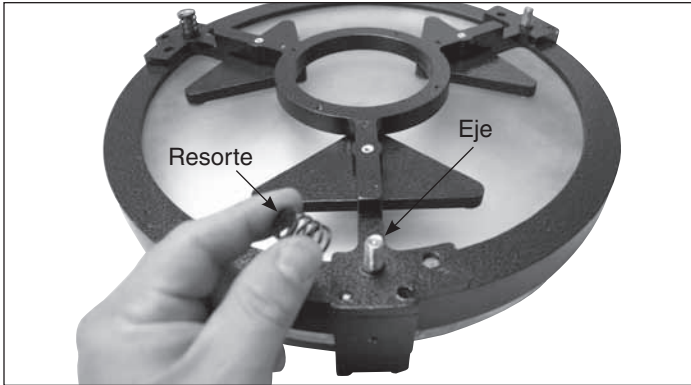

Figura 17. Coloque los tres resortes en los ejes roscados expuestos de la celda del espejo.
2. A continuación, monte el anillo del extremo posterior en la celda del espejo. Busque una superficie limpia y plana, y vuelque la celda del espejo de manera que el espejo quede hacia abajo. Coloque los tres resortes en los tres ejes roscados expuestos (figura 17). Baje el anillo del extremo sobre la celda del espejo de manera que los ejes roscados lo atraviesen y el anillo del extremo descansen sobre los resortes (figura 18). Coloque una arandela de nylon en cada botón de colimación y enrosque los botones de colimación a través del anillo del extremo y en los ejes roscados (figura 19). Asegúrese de que los botones tienen por lo menos tres vueltas completas de engranaje en los ejes. La celda del espejo ahora está lista para instalarla en la sección inferior del tubo.